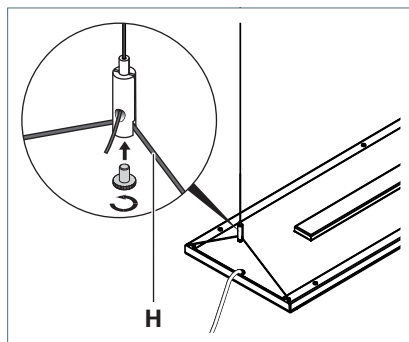

Fig. 9: Fixer le luminaire individuel ou de départ à l'attache de câble.
- Insérez le câble métallique **H** du luminaire dans l'attache de câble, voir Fig. 9.